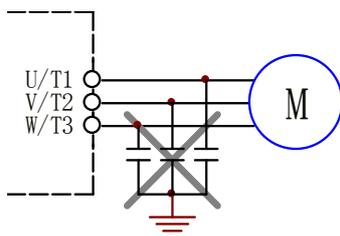

图 4.16 严禁在输出侧连接电容器的示意图
- 严禁在电梯一体化驱动控制器输出侧连接电容器的示意图见图 4.16。